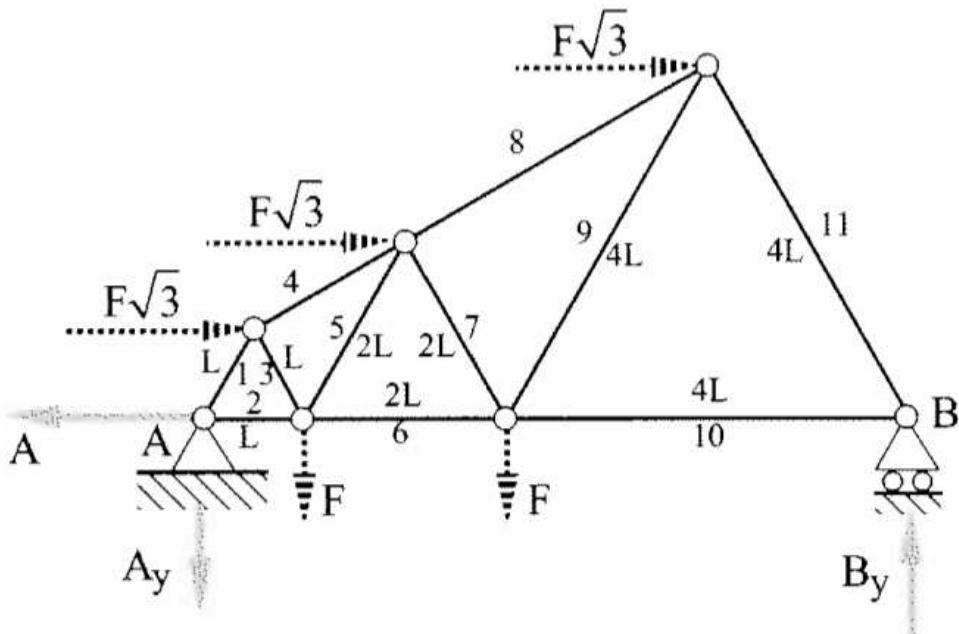

Abbildung 2: Ideales statisch bestimmtes Fachwerk aus Fig. 11.9 von [1]
1. Schreiben Sie ein MATLAB-Programm, das die Eingabematrizen und -Vektoren für `trussimulator` für das Fachwerk aus Abbildung 2 initialisiert. Hierbei darf $F = 1\text{N}$ angenommen werden, ebenso wie $L = 1\text{m}$.
10. Berechnen Sie nun mit Ihrer Implementierung von `trusssimulator` die Kräfte im Fachwerk aus Abbildung 2. Zur Kontrolle: die Kraft auf Lager A ist $(3\sqrt{3}N, \frac{1}{14}N)$, siehe [1, Abschnitt 11.3].